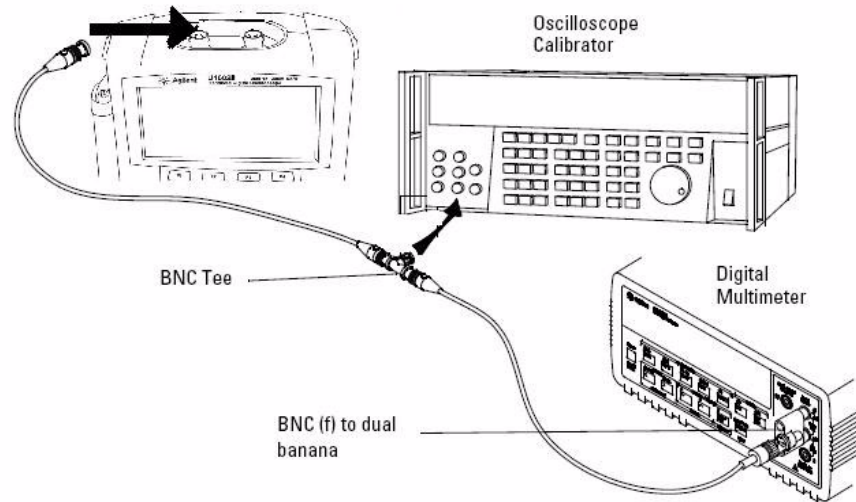

Figura 7-1 Teste a conexão entre o calibrador, o instrumento e o multímetro digital
- 3 Use o T BNC e os cabos para conectar o calibrador/fonte de alimentação ao instrumento e ao multímetro, conforme ilustrado na Figura 7-1.